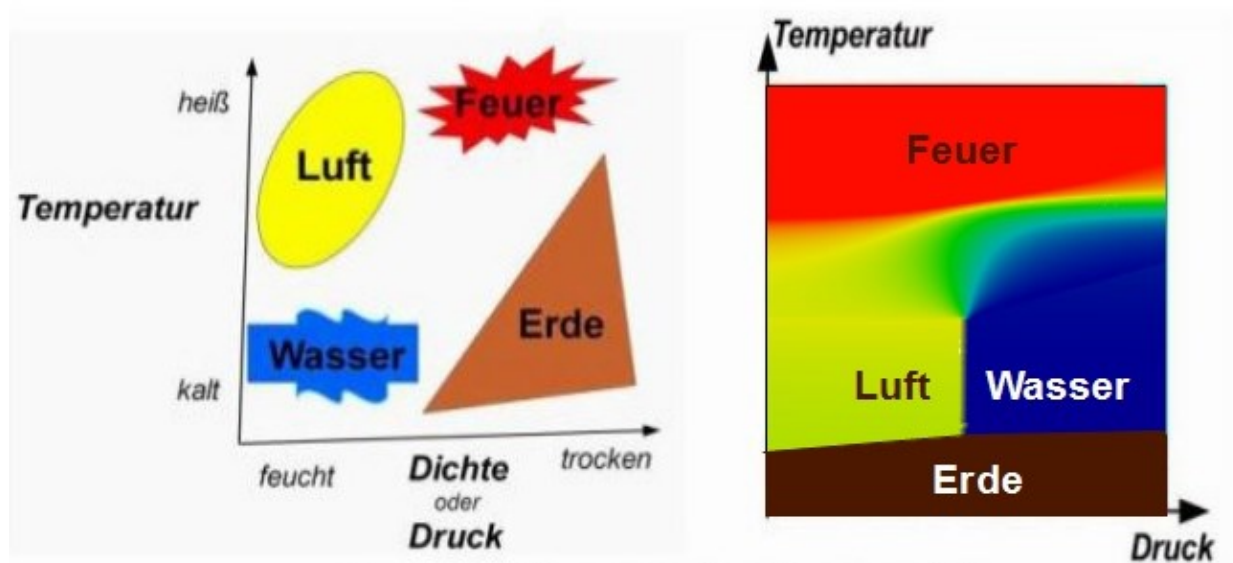
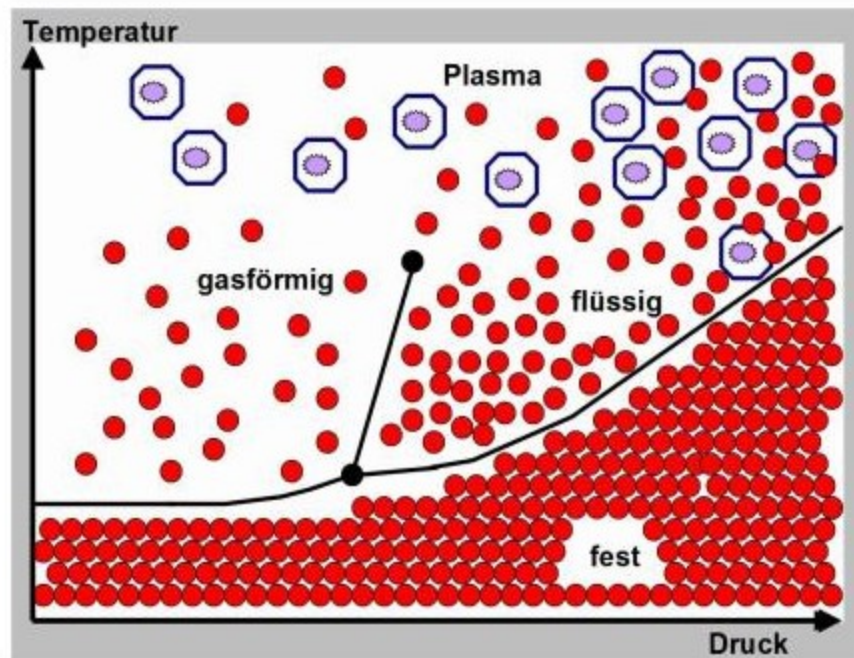
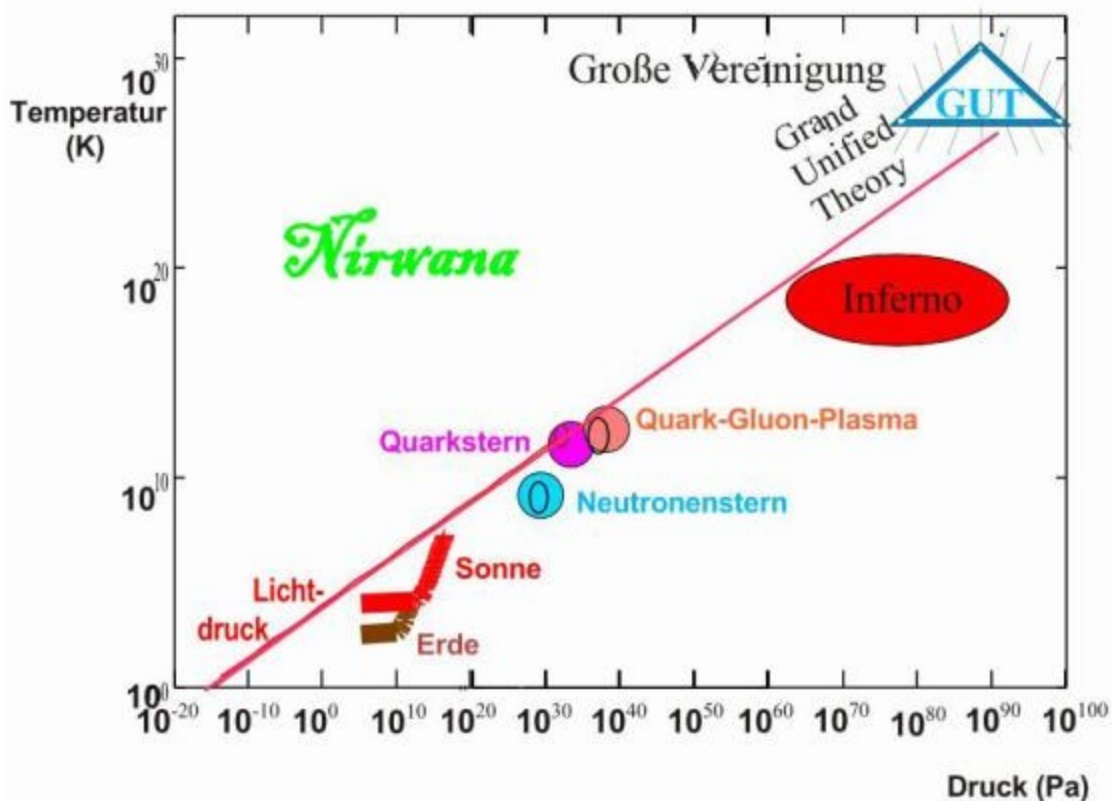

Abbildung 13: Die 4 Elemente anders dargestellt
Abbildung 14: Phasendiagramm eines einfachen Stoffes
Abbildung 19: Zustandskarte der Welt
heute sieht. Dazu hat er in dem bunten Bild 13 für die vier Elemente zunächst mal vier bunte Symbole eingezeichnet. Am Rand hat er auch noch die von Aristoteles hinzugefügten Eigenschaften kalt-heiß sowie feucht-trocken eingetragen. Der Pfeil links zwischen kalt und heiß zeigt an, wie die Temperatur zunimmt. Zwischen feucht und trocken ist auch ein Pfeil eingefügt, der zum heutigen Weltbild besser passt, wenn man hier statt feucht und trocken einen Maßstab für die dichte des Stoffes oder noch besser für den äußeren Druck einführt. Der Temperaturachse gibt man dann natürlich auch noch einen passenden Maßstab. Du siehst schon, wenn man von Bildern der alten Alchemisten zu modernen Vorstellungen übergehen will, werden physikalische Größen, die man messen kann, sehr wichtig. Das waren neue Gesichtspunkte, die in der Zeit von Galileo Galilei um 1600 in die Naturwissenschaften eingeführt wurden. Sinngemäß soll er gesagt haben, dass man alles messen soll, was man messen kann, und alles, was man nicht messen kann, soll man messbar machen. Das war ein völlig neues Weltbild, eine Zeitenwende in der Naturbetrachtung!
Was diese Zeitenwende für das bunte Bild 13 bedeutet, werde ich dir gleich zeigen, aber vorher möchte ich dir noch die alte Frage stellen, ob man die Natur mit diesen vier Elementen, mit diesen *vier Essenzen*, vollständig erklären kann, oder ob nicht vielleicht doch noch eine *fünfte Essenz*, eine Quintessenz, zur vollständigen Beschreibung der Materie fehlt?
**Der Alchemist:** Schaut euch dazu zunächst mal hier in dem schematischen Bild 14 das Phasendiagramm eines einfachen Stoffes an, mit dem ich euch zeigen kann, dass in der modernen Chemie und Physik noch viele Bilder der Alchemisten auftauchen.
Am linken Rand der Abbildung 14 seht ihr wie im Bild 13 einen Pfeil für zunehmende Temperatur und am unteren Rand wieder einen Pfeil für zunehmenden Druck. Wenn man vom Bild der alten Alchemisten zur neuen naturwissenschaftlichen Beschreibung übergeht, wird diese Landschaft durch besondere Grenzlinien aufgeteilt. Auf normalen Landkarten ist nach oben die Richtung nach
**Der Alchemist:** Nun, die Grenze zwischen dem äußeren, flüssigen und dem inneren, festen Kern der Erde muss ja genau an der Stelle liegen, wo der Druck die Schmelzkurve dieser Eisen-Nickel-Legierung kreuzt. In dem schematischen Phasendiagramm der Abbildung 14 war die Schmelzkurve schon so eingezeichnet, dass die Schmelztemperatur mit steigendem Druck zunimmt. Das entspricht auch dem normalen Verhalten der meisten Stoffe und auch dem, was man für den Erdkern erwartet. Aus den Modellen über die Zusammensetzung der Erde weiß man recht genau, dass der Druck in dieser Tiefe etwa 330 GPa beträgt. Die Schmelzkurve von reinem Eisen wurde im Labor bei Drücken bis 220 GPa gemessen, und daraus wurde abgeschätzt RB2007, AD2013, dass bei 330 GPa in der Erde die Schmelztemperatur etwa 5960°C beträgt.
Ähnlich wie in dem schematischen Phasendiagramm der Abbildung 14 zeigt euch die große Zustandskarte der Welt hier im Bild 19 jetzt ein Feld, bei dem am unteren Rand Drücke nach rechts und am linken Rand Temperaturen nach oben aufgetragen sind. Wie bei der Welt im Kleinen und
Zunächst einmal gibt der braune Bereich mit der Beschriftung "Erde" grob an, welche Drücke und Temperaturen im Inneren der Erde auftreten. Auf der Erdoberfläche haben wir ja den Luftdruck von einer Atmosphäre oder tausend Hektopascal. Im Inneren der Erde steigt der Druck in 30 km Tiefe auf etwa ein Gigapascal (1 GPa) an und steigt dann weiter bis auf 366 GPa im Erdmittelpunkt. Im Bild 19 entspricht das dem oberen Ende des braunen Bereichs für die Erde bei knapp  $10^{12}$  Pa.
**Der Alchemist:** Ja, Licht alleine erzeugt auch schon einen Strahlungsdruck. Jeder Körper mit einer endlichen Temperatur strahlt Licht aus! Bei kalten Körpern merkt ihr nur, dass diese Wärmestrahlung fehlt. Das empfindet ihr so, als würden diese Körper Kälte ausstrahlen. Bei einer heißen Kochplatte spürt ihr die Wärmestrahlung auch schon, bevor die Platte glüht. Über die Lichtdruckkurve im Bild 19 könnt ihr erkennen, dass diese Wärmestrahlung bei einer Kochplatte gerade mal einen Druck von etwa  $10^{-4}$  Pa erzeugt. Das spürt ihr nicht! Ganz anders ist das aber bei den extremen Temperaturen im Inneren der Sonne. Da wird auch dieser Lichtdruck wichtig. Bild 19 zeigt, dass die Drücke und Temperaturen im Inneren der Sonne um viele Zehnerpotenzen größer sind als in der Erde. Das heiße Plasma aus ionisiertem Wasserstoff an der Oberfläche der Sonne leuchtet für uns mit einer Temperatur von etwa 5800 K. Weiter nach innen steigt die Temperatur erst mal in der Photosphäre der Sonne so stark an, dass dieses Plasma stark ionisiert wird und ähnlich wie ein Metall kein Licht mehr durch lässt. Dadurch hat auch die Sonne für uns einen ziemlich scharfen Rand. Im Inneren der Sonne steigt durch die Verschmelzung der Atomkerne von Wasserstoff, besser gesagt durch Kernfusion von Wasserstoff zu Helium, die Temperatur auf über 16 Millionen K. Die Schwerkraft, die uns auf der Erde hält und auch den hohen Druck im Inneren der Erde erzeugt, ist auf der Sonne natürlich viel stärker, und dadurch steigt der Druck im Sonneninneren auch bis auf
Deshalb wurde dieser Zustandsbereich der Materie auch einfach als "Inferno" bezeichnetMB2011. Noch näher am Urknall oder bei noch höherer Kompression erreicht man schließlich Zustände, die man durch die große Vereinigung der drei elementarsten Grundkräften in diesem Bereich wieder einfacher beschreiben kann. Hier sollte es keine Unterschiede mehr geben zwischen den drei vorhin erwähnten Grundkräften, die zwischen den Elementarteilchen wirken: der elektromagnetischen Kraft, der schwachen und der starken Kernkraft. Dieser Bereich wird oft als GUT-Ära bezeichnet. Das ist der oberste Bereich in der Abbildung 19. Die "Große Universale Theorie", abgekürzt GUT nach dem englischen Begriff "Grand Unified Theory", vereinigt hier diese drei Kräfte. Schon lange versucht man nun auch noch die wesentlich schwächere Gravitation in einer allgemeinen Weltformel mit diesen Grundkräften zusammenzufassen. Nach einer solchen "Theorie von Allem", oder englisch "Theory Of Everything" mit der Abkürzung TOE, wird heute noch gesucht!